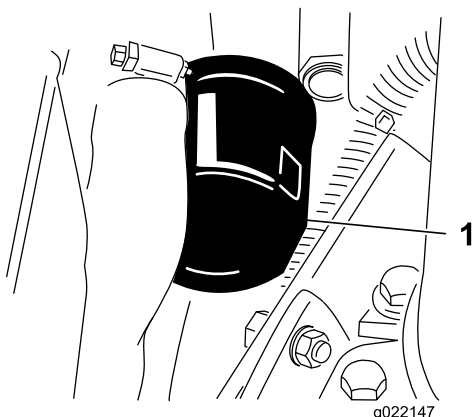

Bild 57
3. Entfernen Sie den Ölfilter (Bild 57).